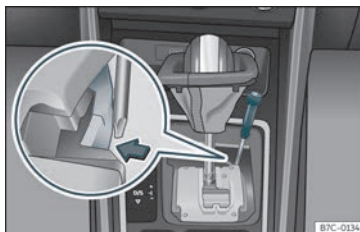

Fig. 204 Panca selectora: desbloqueo de emerxencia na posición de aparcamento.
- Usando a parte plana dun desaparafusador, prema lateralmente a pestana amarela e mantéñaa premida >>> **fig. 204**.